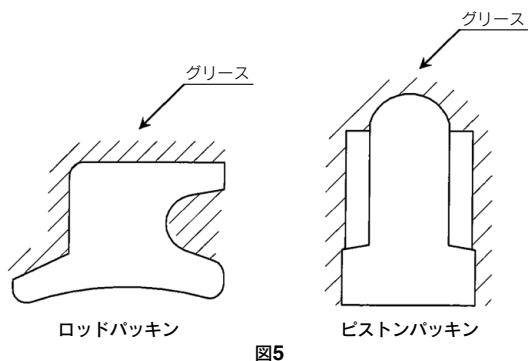

図5
- ① ロッドパッキンおよびピストンパッキンのグリース塗布(図5)